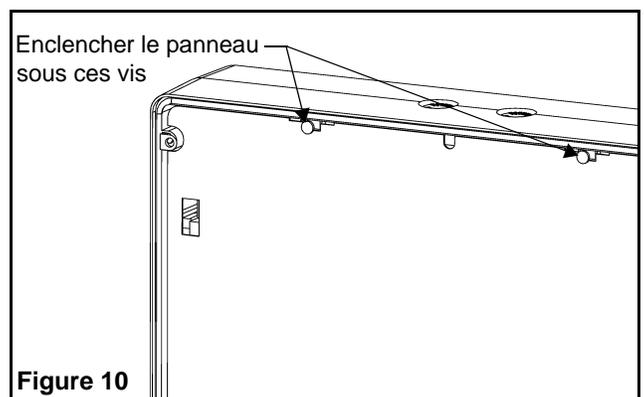

Figure 10
4. Aligner le panneau diffuseur avec l'ouverture et pousser sur le panneau, autour des vis de retenues, jusqu'à l'enclenchement du panneau sous les vis (voir figure 10).